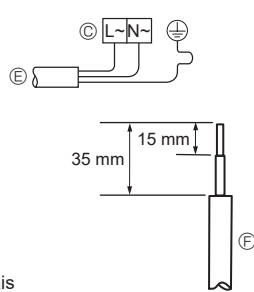
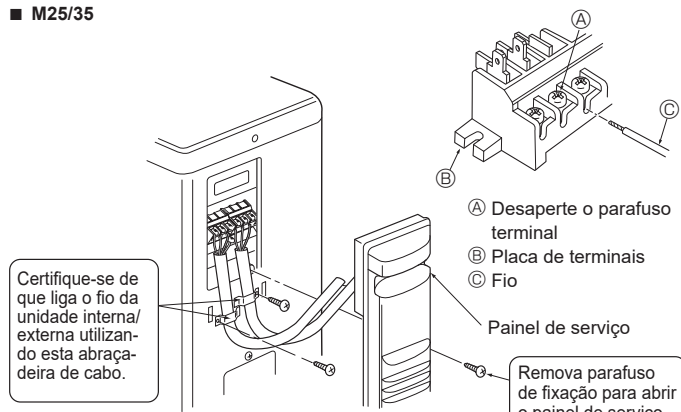
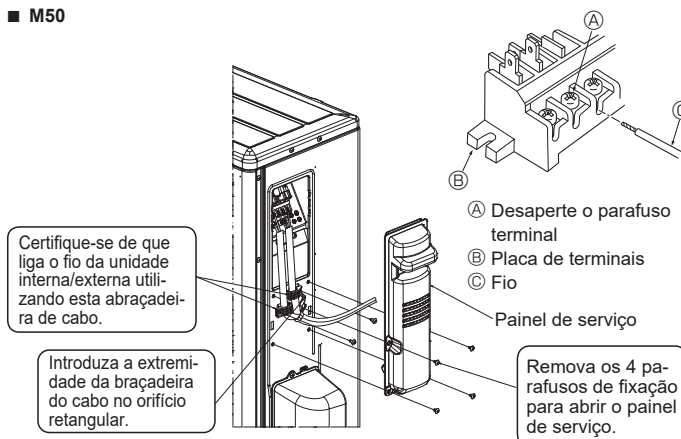
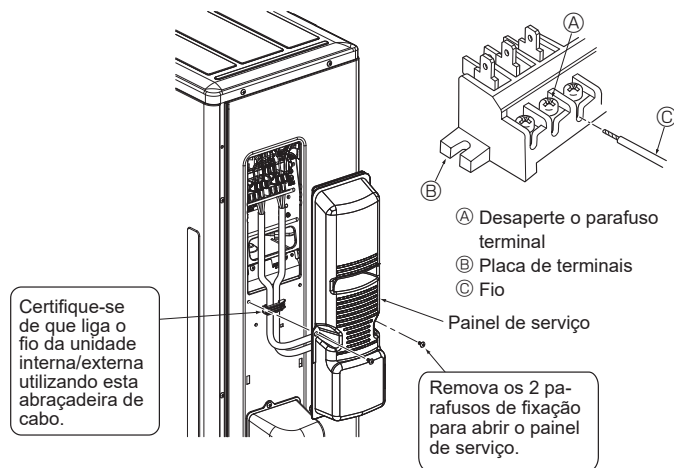

Fig. 6-2
Fig. 6-3
Fig. 6-4
Fig. 6-5
6.1. Unidade exterior (Fig. 6-1, Fig. 6-2, Fig. 6-3, Fig. 6-4, Fig. 6-5)
- ① Retire o painel de serviço.
- ② Ligue os cabos referentes à Fig. 6-1, Fig. 6-2, Fig. 6-3, Fig. 6-4 e Fig. 6-5.
- Faça as ligações tal como demonstrado no diagrama, na parte inferior esquerda. (Obtenha o cabo a nível local) (Fig. 6-2)